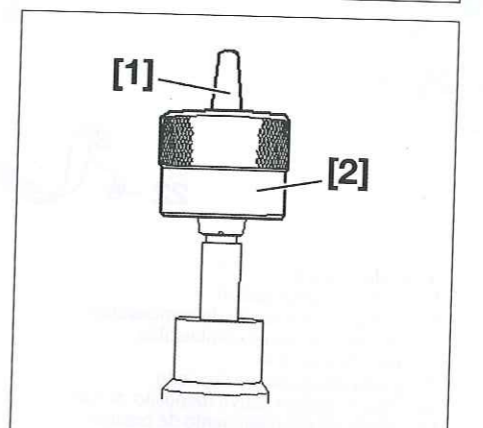

Fig. 42
- Deslizar el anillo - junta con el casquillo de montaje [2] sobre el cono de montaje [1] para que se conecte en la ranura del inyector (Fig.42).